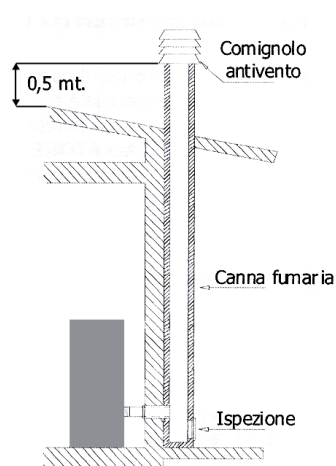

Fig. 2: collegamento alla canna fumaria
- Il comignolo deve essere posizionato in modo da garantire un'adeguata dispersione e diluizione dei prodotti della combustione e comunque al di fuori della zona di reflusso. Tale zona ha dimensioni e forme diverse in funzione dell'angolo di inclinazione della copertura, per cui risulta necessario adottare le altezze minime (Fig. 2).